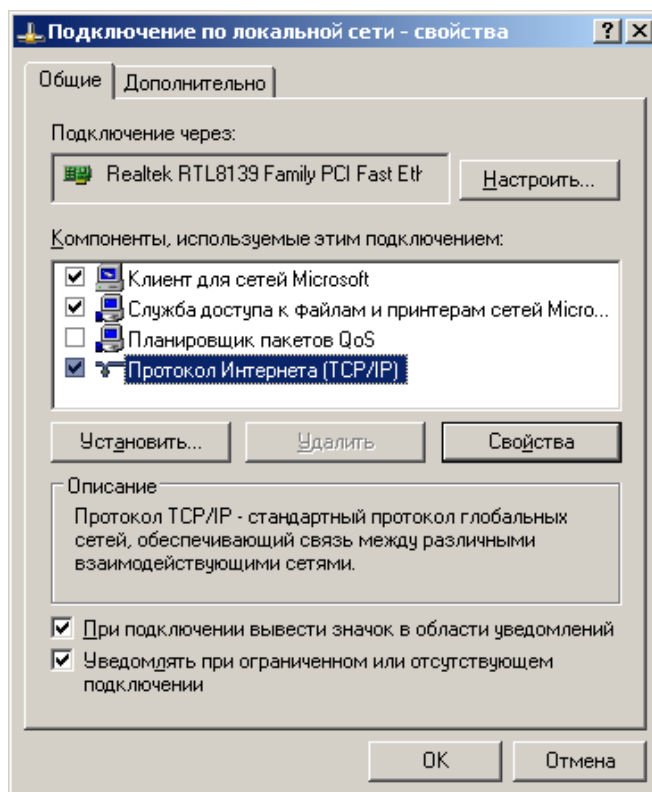

Рис. 4 Свойства подключения TCP/IP
3. Выбрать «Протокол Интернета (TCP/IP)» и нажать «Свойства» (см. Рис. 4)